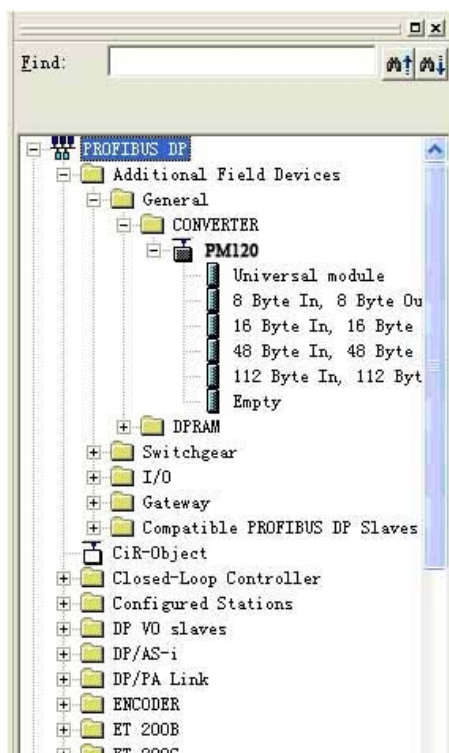

图 6
6. 您可以在这里找到您注册的设备，右侧窗口/Profibus DP/Additional Field Devices/Converter/PCO150/, 如图 6 所示